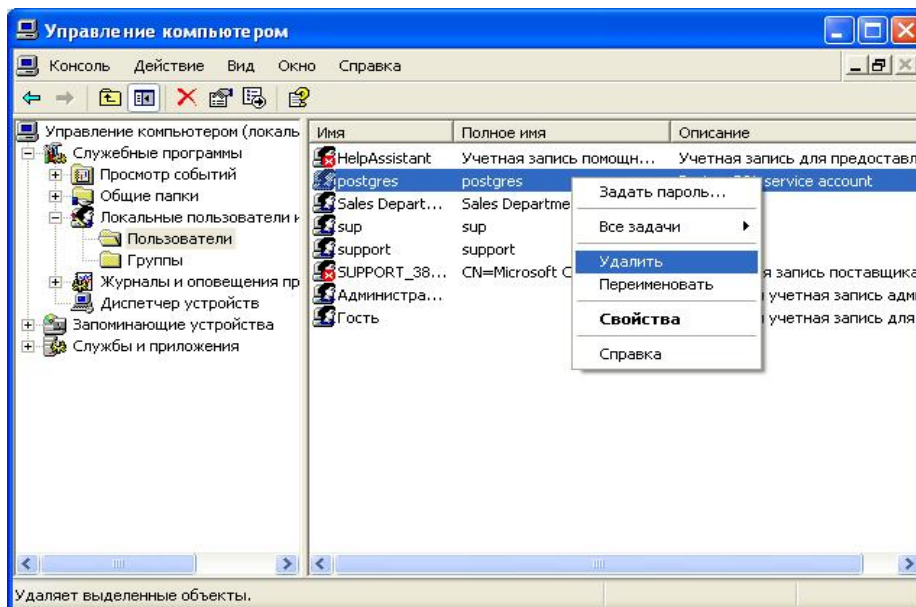

Рис. 4.2.12. Удаление пользователя postgres
- ü удалить пользователя *postgres* в консоли *Управление компьютером*, для чего запустить консоль *Управление компьютером* (кнопка *Пуск*→*Настройка*→*Панель управления*→*Администрирование*→*Управление компьютером*) и, нажав правой кнопкой мыши по пользователю, выбрать в списке команду *Удалить* (рис. 4.2.12).